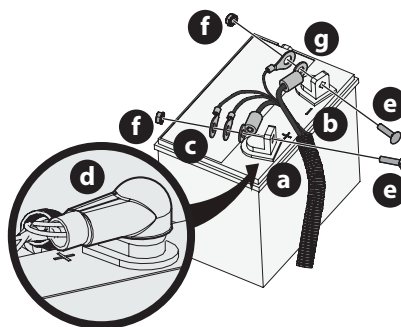

Figura 21
NOTA: el borne positivo de la batería está marcado como POS. (+) (a). El borne negativo de la batería está marcado como NEG. (-) (b) (Figura 21).
NOTA: si el cable positivo de la batería (c) ya está conectado, siga con el paso 6 (Figura 21).
3. Si está presente, deslice el manguito rojo (d) hacia atrás a lo largo del grupo de cables positivos (Figura 21 en la página 50).
4. Asegure el grupo de cable positivos (c) y el cable positivo para la toma de 12 V (si está disponible) al terminal positivo de la batería (a) con el perno (e) y la tuerca (f) (Figura 21 en la página 50).
5. Coloque el manguito rojo (d) sobre el terminal positivo de la batería (a) para aislarlo y ayudar a protegerlo de la corrosión (Figura 21 en la página 50).
6. Asegure el grupo de cables negativos (g) y el cable negativo para la toma de 12 V (si está disponible) al terminal negativo de la batería (b) con el perno (e) y la tuerca (f) (Figura 21 en la página 50).